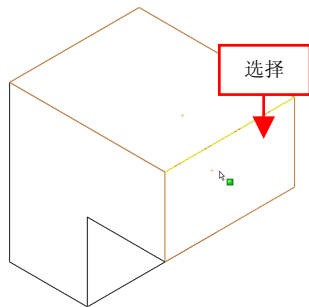

图 4-24 选择合适的面对象
(2) 在【特征】选项卡中, 单击【参考几何体】右侧的下拉按钮, 在弹出的下拉列表中, 单击【基准轴】按钮, 弹出【基准轴】属性管理器, 在绘图区中, 依次选择最上方的平面和右侧的侧面对象, 如图 4-24 所示。